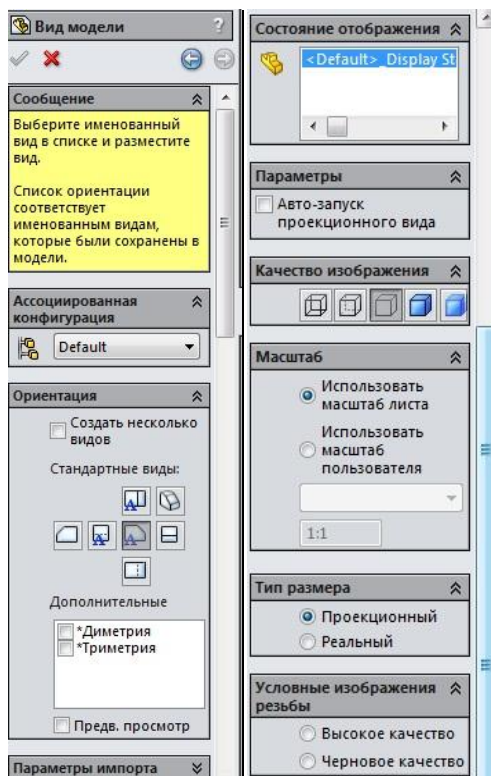

Рисунок 4.26 – Менеджер властивостей для налаштування деталей виду
4. Після завантаження файлу деталі система відразу перейде до створення проєкційних видів. Вікно "МЕНЕДЖЕРА СВОЙСТВ" (PROPERTY MANAGER) зміниться. З'являться опції налаштування виду (рис. 4.26)